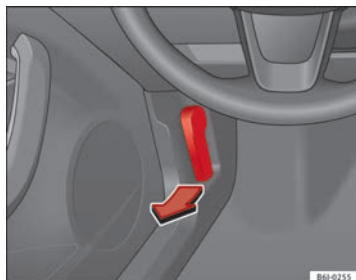

Fig. 131 Palanca apertura capó motor
- Tire de la palanca que se encuentra bajo el tablero de instrumentos ⇒ fig. 131 en el sentido que indica la flecha. El capó queda desbloqueado por la acción resorte del muelle ⇒ △.